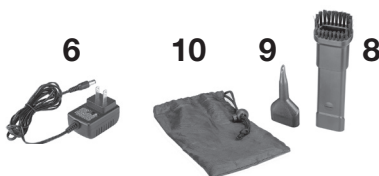

FIG 1
- Connectez l'adaptateur de charge (6-Fig 1) au port de charge (13).
- Branchez l'adaptateur dans une source d'alimentation de 120 V c. a. Les témoins de charge VERTS (5-Fig 1) clignoteront pour indiquer le niveau de charge.
- Pour enlever la pile de l'aspirateur, glissez la patte de verrouillage de la pile (11) pour libérer le bloc-piles.
- Insérez le bloc-piles, mettez l'aspirateur en marche en appuyant sur le commutateur MARCHE/ARRÊT (1-Fig 1).
- Si une plus grande puissance est désirée, enfoncez et tenez le commutateur MAX/Turbo (2-Fig 1).
- Pour atteindre les espaces étroits, par exemple, entre les sièges de voiture, insérez le suceur plat avec brosse (8-Fig 1) dans l'extrémité de la buse standard.